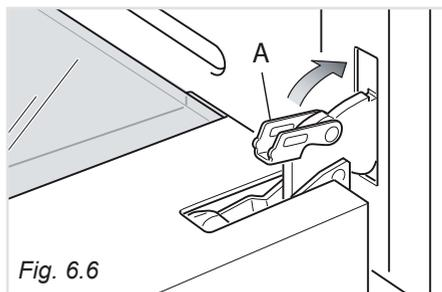

Fig. 6.6
- Aprire completamente la porta del forno e richiudere la leva **A** delle cerniere destra e sinistra (fig. 6.6)